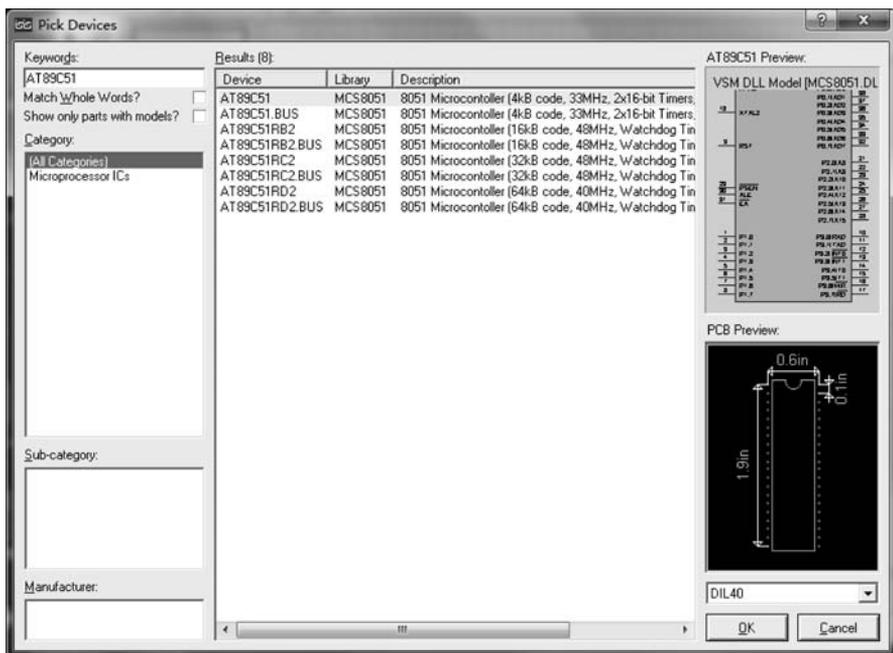

图 5-19 添加 AT89C51 单片机
(1) 添加单片机。在如图 5-19 所示的 Pick Devices 对话框的 Keywords 文本框中输入 AT89C51,然后从 Result 列表框中选择所需要的型号。此时元器件的预览窗口中分别显示